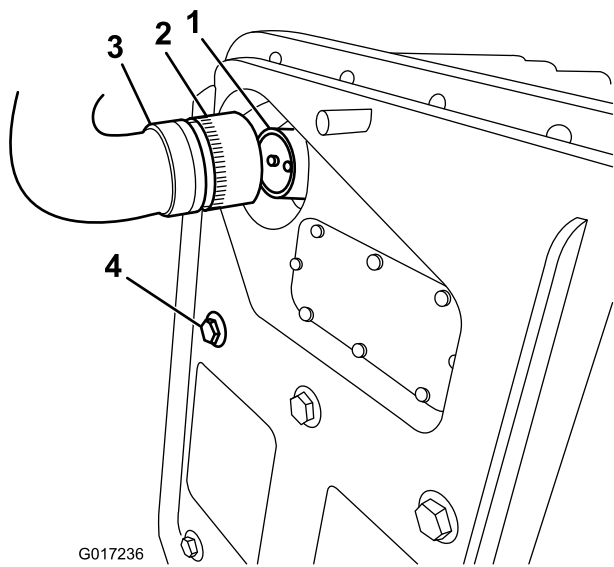
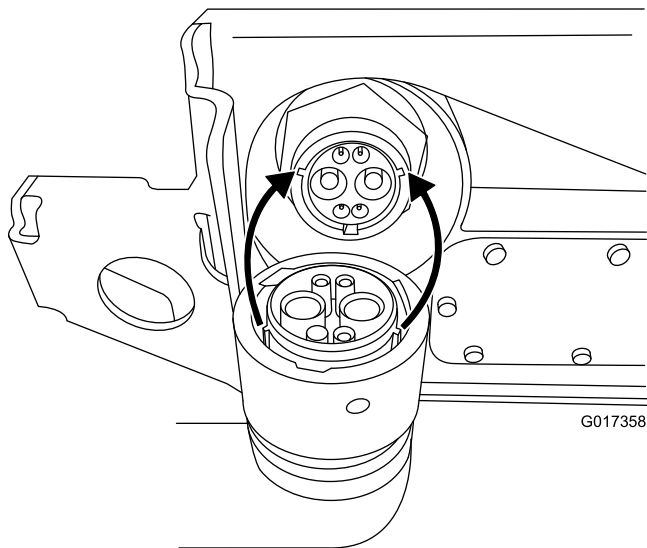

図 10
図 11
9. ハーネスの電源プラグの各タブを、バッテリーパックのソケットのスロットに合わせる。ハーネスのコネクタをバッテリーのコネクタにしっかりと差し込む (図 10 と 図 11)。